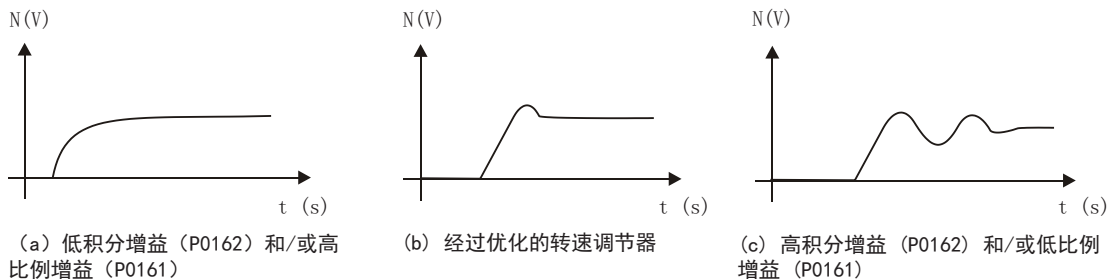

图13.5: (a) 到 (c) 转速调节器响应类型
6. 验证图13.5（第13-15页）的选项，哪个波形最能代表观察到的信号。
7. 根据图13.5（第13-15页）中显示的响应类型来调整P0161和P0162。